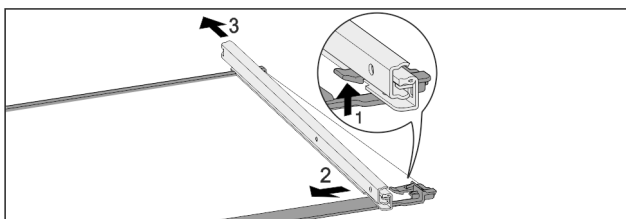

Fig. 120 Glasplatte mit Schienen
- ▶ Vordere Rasthaken nach oben drücken. Fig. 120 (1)
- ▶ Auszugsschiene zur Seite Fig. 120 (2) und nach hinten Fig. 120 (3) wegschieben.